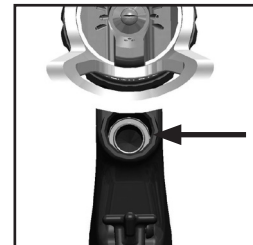

Fig. 18
5. NO QUITAR EL SELLO TRASERO DEL CUERPO DE LA PISTOLA. (Ver Fig. 18)
- d. El vástago se debe deslizar a través del diámetro interior de la jaula con una leve resistencia (debida al sello). (Ver Fig. 18)
- e. El sello trasero debe verse limpio y colocado en su lugar en el diámetro interior. (Ver Fig. 18)